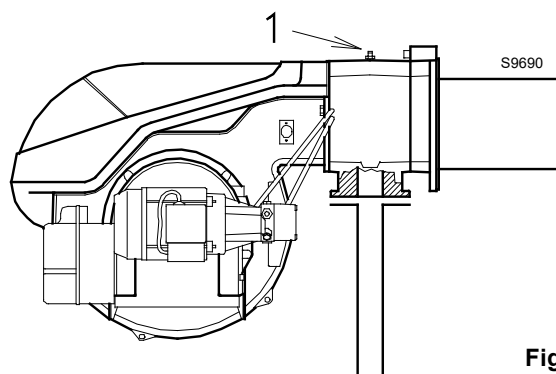

Fig. 29
Presión del gas en la toma 1)(Fig. 29 en pág. 26), con:
- restar a la presión del gas en la toma 1)(Fig. 29 en pág. 26) la presión de la cámara de combustión.
Presión del gas en la toma 1)(Fig. 29) = 11,2 mbar
En cambio, para conocer la presión del gas necesaria en la toma 1)(Fig. 29), una vez decidida la potencia a la que se desea que funcione el quemador en 2ª llama:
- Leer a la derecha, columna 1, la presión en la toma 1)(Fig. 29).
presión necesaria para la toma 1)(Fig. 29).